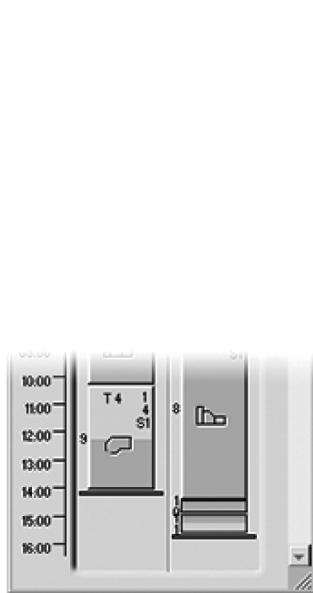

图 6-40 排列操作
- 11) 选择#9 起始和#11 末端, 如图 6-40 所示。